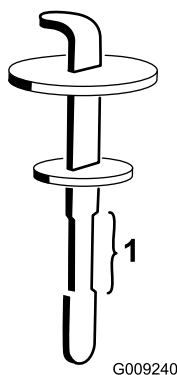

Figura 88
4. Retire la varilla del cuello de llenado y límpiela con un paño limpio. Inserte la varilla en el cuello de llenado; luego retírela y compruebe el nivel del aceite. El nivel del aceite debe estar dentro del intervalo de operación segura de la varilla (Figura 88).